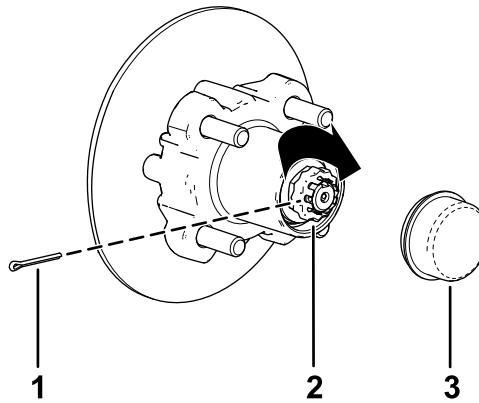

Figure 36
8. Placez le frein d'écrou sur l'écrou et vérifiez que la fente du frein d'écrou et le trou dans la fusée sont alignés et permettent d'insérer la goupille fendue (Figure 36).
9. Insérez la goupille fendue et repliez chaque jambe autour du frein d'écrou (Figure 36).
10. Reposez le couvre-moyeu sur le moyeu (Figure 36).